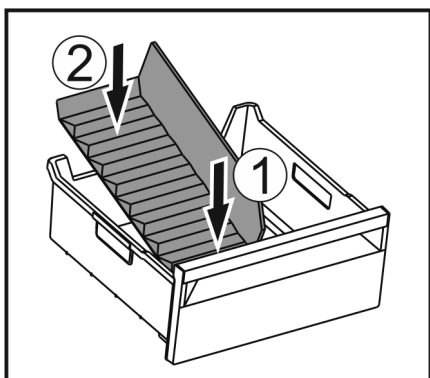

Fig. 212
- Inserire la parte anteriore del divisore dello scomparto del ghiaccio. Fig. 212 (1)
- Abbassare la parte posteriore del divisore dello scomparto del ghiaccio fino al fondo del cassetto. Fig. 212 (2)